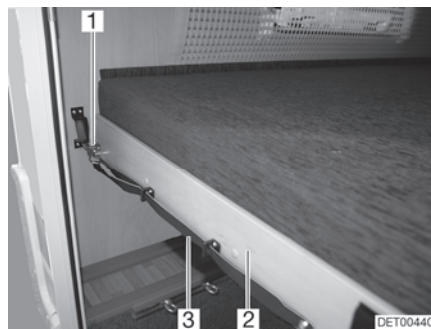

Bild 116 Etagenbett (Heck)
- An der Schlaufe (Bild 116,3) ziehen und den Riegel (Bild 116,1) lösen.
- Den Lattenrost (Bild 116,2) mit der Matratze nach vorn ziehen, bis er einrastet.